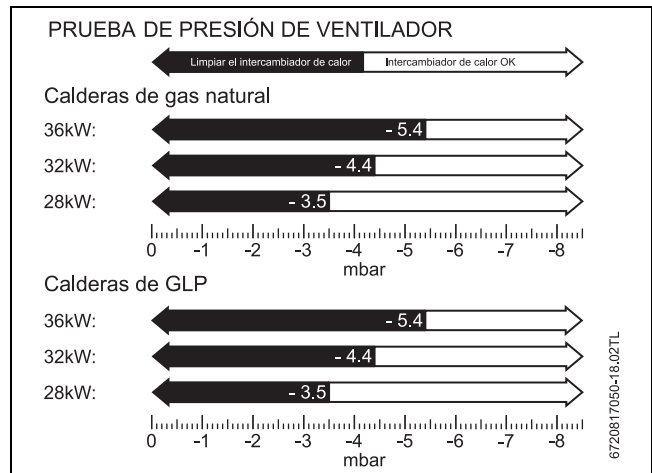

Fig. 78 Registro de la presión del ventilador
- ▶ La presión indicará un valor negativo; véase lo indicado en el esquema de la fig. 78.